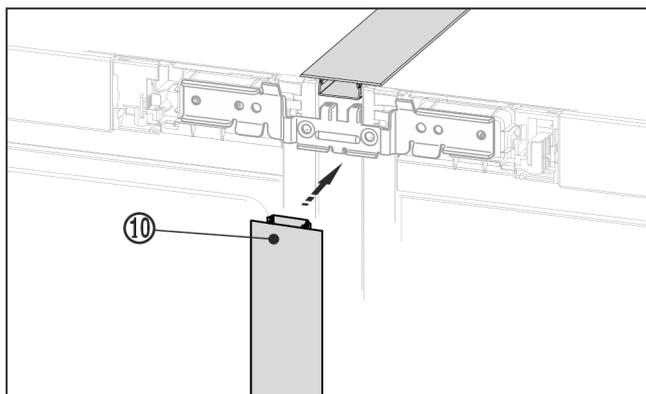

Fig. 22 *
- ▶ En la parte delantera, presione el listón embellecedor Fig. 22 (10) largo para introducirlo en la ranura vertical. Preste atención a que el listón embellecedor quede sobre la chapa de unión.*